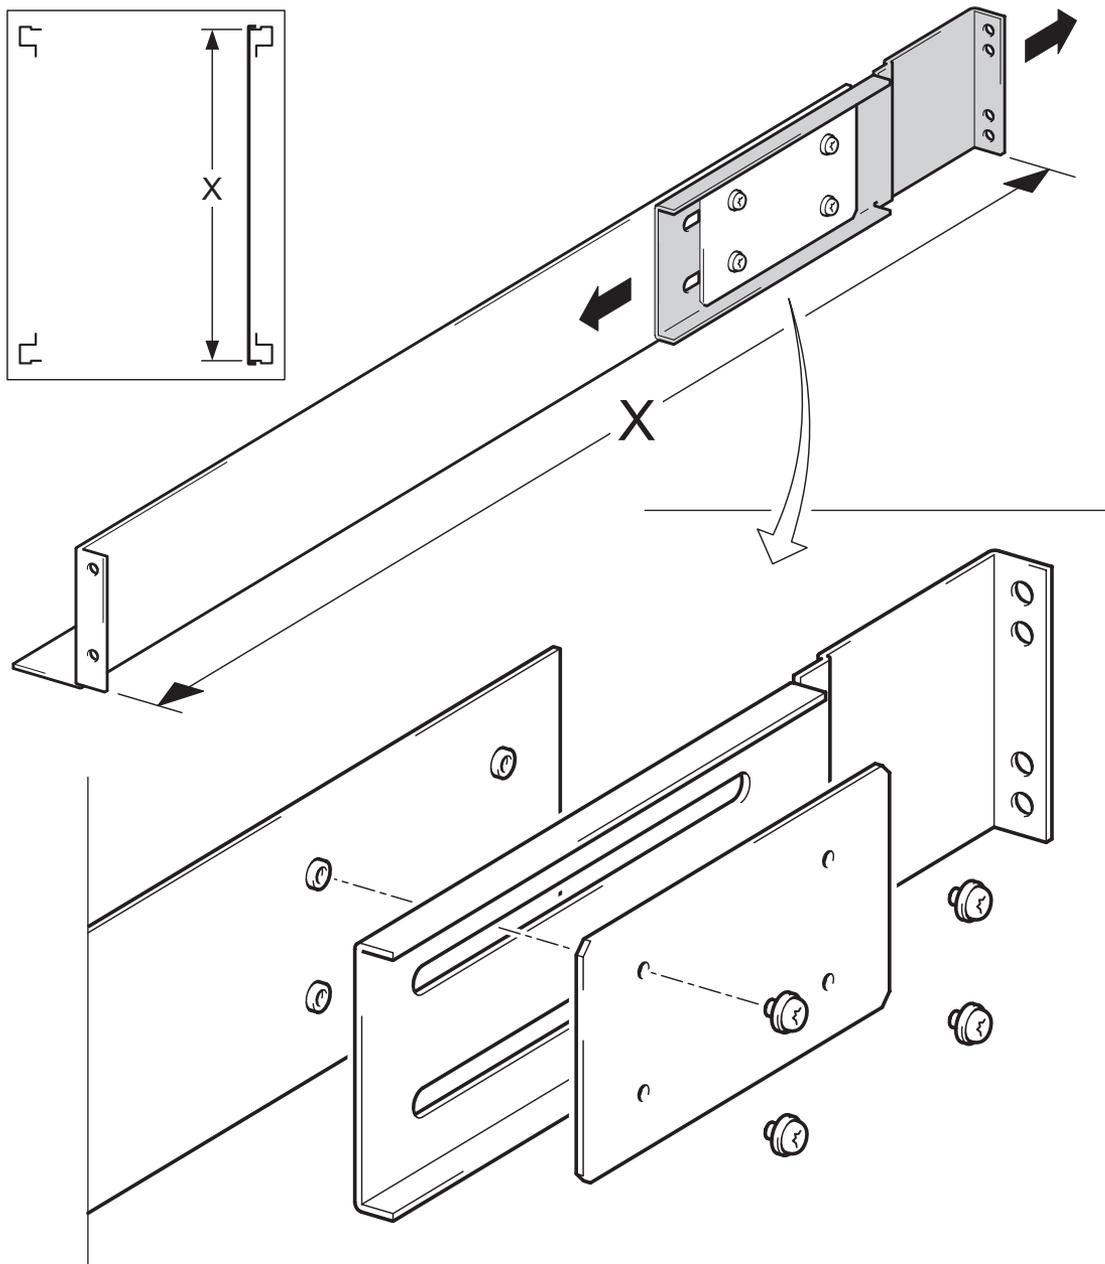

Figure 1 : Réglage de la longueur des rails de support
- 4** Vérifiez que la longueur permet au rebord situé à l'avant du rail de recouvrir la colonne avant du rack et au rebord situé à l'arrière du rail de recouvrir les colonnes arrière du rack, voir Figure 1.